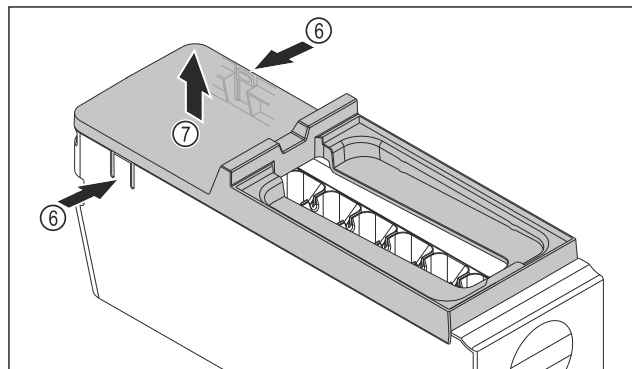

Fig. 145
- Зняти кришку з корпусу EasyTwist-Ice: натиснути однією рукою на накладки Fig. 145 (6) з обох боків корпусу EasyTwist-Ice.
- Зняти кришку Fig. 145 (7), потягнувши її вгору іншою рукою.